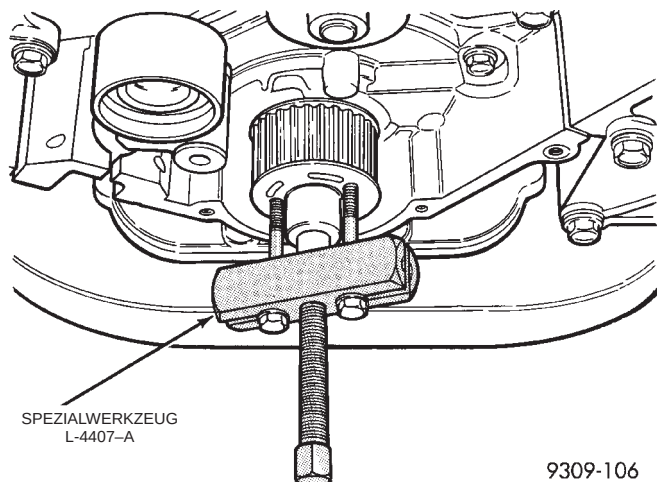

Abb. 78 Kurbelwellenrad—Ausbau
(1) Zahnriemen abnehmen. Siehe betreffenden Arbeitsgang in diesem Kapitel.
(2) Kurbelwellenrad mit Spezialwerkzeug L-4407-A abbauen (Abb. 78).